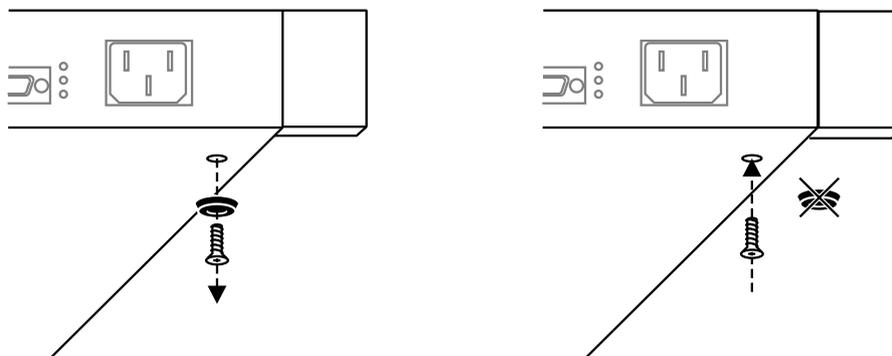

図 3.5 ハブ本体からのゴム足の取り外し
2. モジュールからゴム足を取り外します（図 3.5 を参照）。